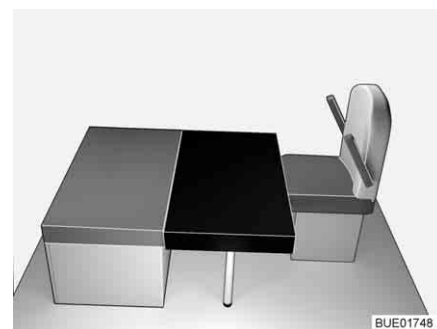

Fig. 137 Dopo la trasformazione
- Collocare il cuscino aggiuntivo rettangolare sul tavolo (davanti al cuscino dei sedili, vedi Fig. 137). La sezione nel cuscino aggiuntivo è appoggiata contro la parete di sostegno anteriore.